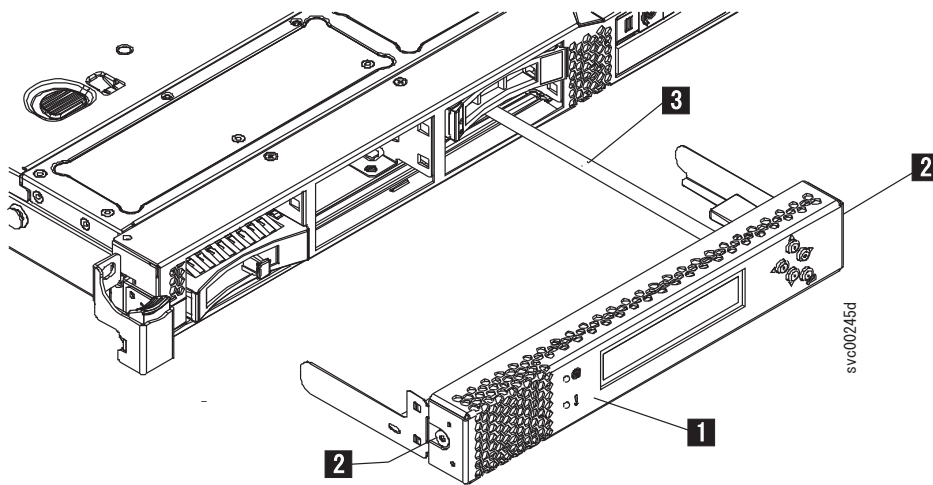

図 74. USB ケーブルが接続されている 2145-CG8 または 2145-CF8 のサービス・コントローラー
7. 両方の解放ボタン (図 74 の **2**) をそっと押し、キャッチをサービス・コントローラーの前方に向けて静かに引きながら、キャッチを解放します。